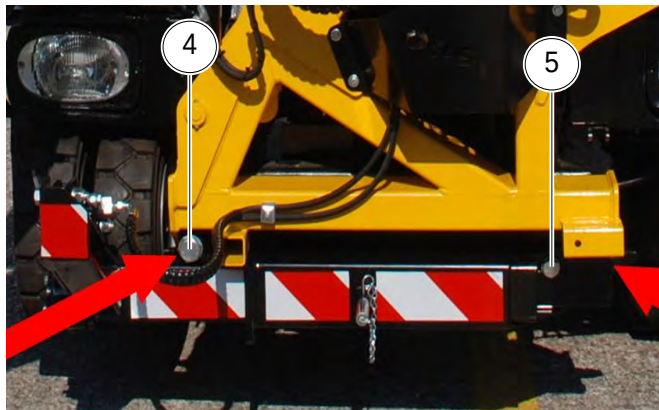
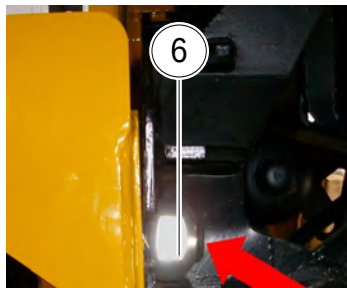

Fig. 146
Fig. 147
- Togliere i due bulloni di fissaggio alla piastra anteriore (4-5, "Fig. 146" – 6, "Fig. 147");
- Remove the two fixing bolts from the plate front panel (4-5, "Fig. 146" – 6, "Fig. 147");
- Retirez les deux boulons de fixation de la plaque panneau avant (4-5, "Fig. 146" – 6, "Fig. 147");
- Frontplatte (4-5, "Fig. 146" - 6, "Fig. 147");
- Retire los dos pernos de fijación de la placa panel frontal (4-5, "Fig. 146" - 6, "Fig. 147");
- Retirar os dois parafusos que fixam a placa dianteira (4-5, "Fig. 146" - 6, "Fig. 147");